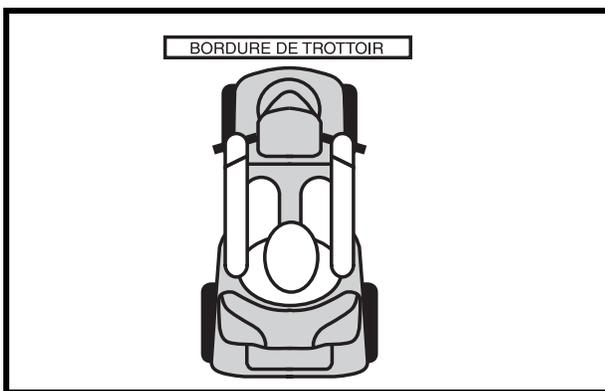

Figure 3. Approche correcte
**MISE EN GARDE!** Approchez perpendiculairement toutes bordures surélevées que vous devez monter ou descendre avec votre scooter. Voir les figures 3 et 4.